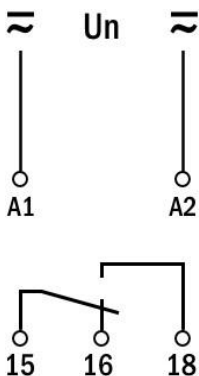

Рис. 3
2. Подключите реле времени согласно схеме подключения (рис. 3).